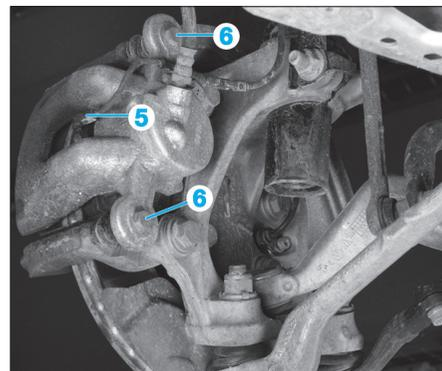

Fig. 6
- Côté gauche, déposer le capteur d'usure (5) des plaquettes de frein (Fig.6).
- Déposer les vis de guidage (6) et dégager l'étrier de frein.